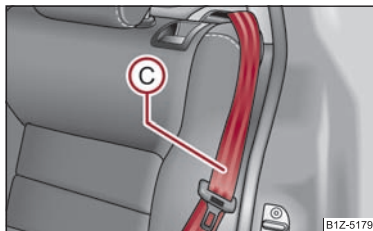

Fig. 51 Deblocarea spătarului scaunului
- Aduceți centura de siguranță laterală din spate ① în spatele marginii capitonajului lateral ⇒ fig. 51.